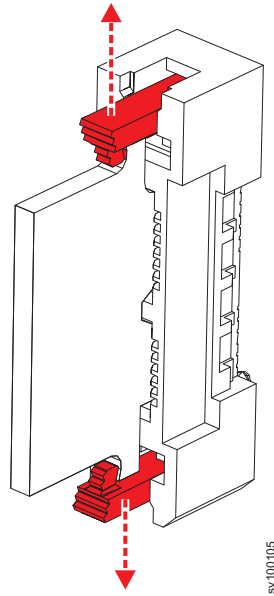

図 328. 2145-SV1 ノードのメイン・ボードからの TPM の取り外し
7. 438 ページの図 328 に示すように、TPM の側面にあるロック・クリップを押して外します。